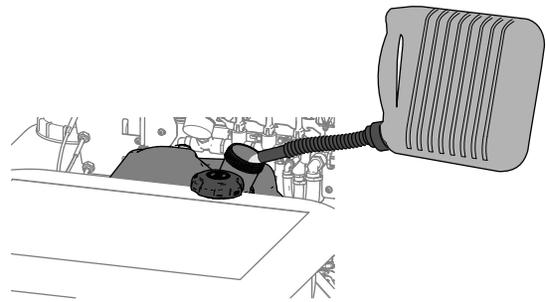

Figure 16
3. Nettoyez la surface autour du bouchon du réservoir de carburant et enlevez le bouchon (Figure 16).
4. Remplissez le réservoir de carburant (Figure 16) jusqu'au bas du goulot de remplissage. **Ne faites pas monter le carburant dans le goulot de remplissage du réservoir.**